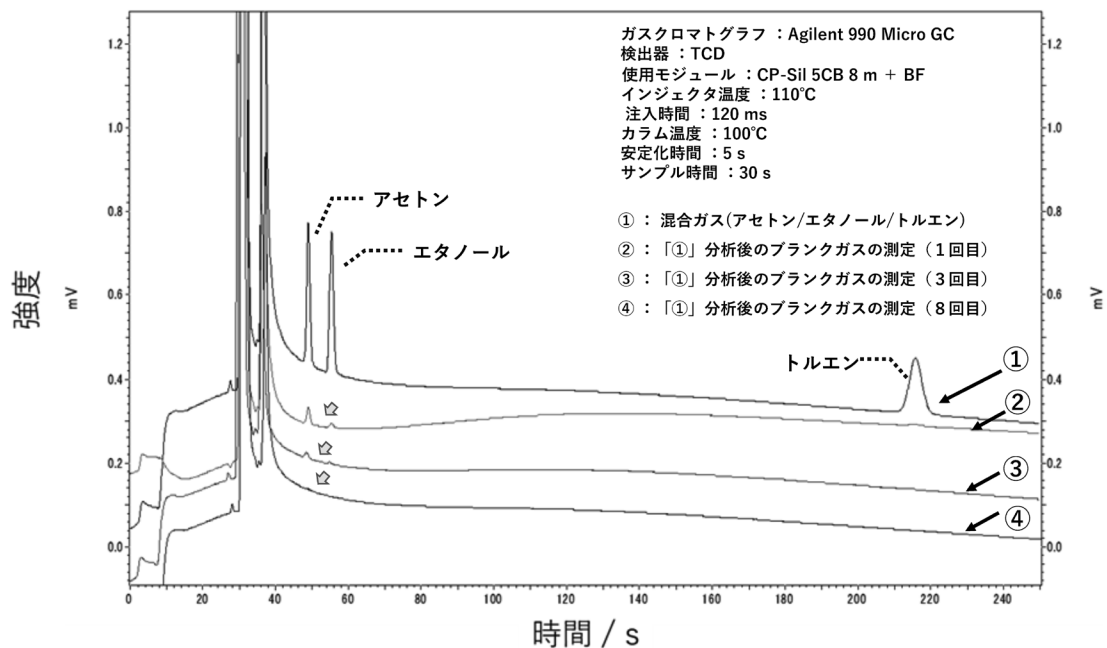

図1 ガス分析における装置の汚染とキャリーオーバーの例
ピーク出現の一例を図1に示す。濃度の高い混合ガスを1番目に分析してしまったため(①)、次の分析に検出されるべきでない成分(アセトン・エタノール)が検出されている(②, ③)。ベースラインが落ち着くまで8回の分析が必要となった(④)。高濃度のサンプルを無計画に分析すると後の分析に悪影響を与えるだけでなく、時間や経費も無駄になる。